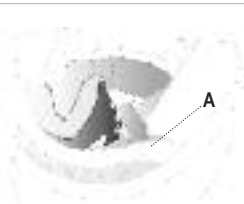

figura 5
**Relleno central interno: CASQUETE – Desmontaje y montaje** - vea la figura 5